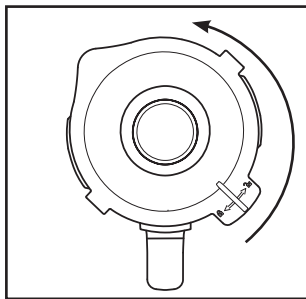

Fig. 1
- 1) Tag blenderkanden ③ lodret op fra motorblokken ⑥.
- 2) Fjern låget ② ved at dreje det mod uret i retning af position  (se fig. 1), indtil du kan tage det af oppefra.
- 3) Fyld blenderkanden ③ mindst op til den nederste streg på skalaen ⑧ og maksimalt til MAX-markeringen. For at opnå optimale resultater anbefaler vi følgende maksimale påfyldningsmængder:
- 1) Tag blenderkanden ③ af motorblokken ⑥. Fjern låget ②, så produktet står mere stabilt, ved at dreje det mod uret i retning af position  (se fig. 1), indtil du kan tage det af oppefra.